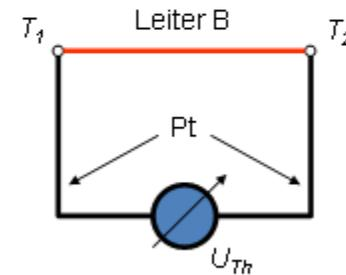

Bild 1: Messung der Thermospannung eines Leiters.
1. a) In einem Experiment (*Bild 1*) soll zunächst der Seebeck-Koeffizient η_B von Leiter B bestimmt werden, der später in einem Thermoelement verbaut werden soll. Das eine Ende des Leiters B wird dazu auf $T_2=420\text{ °C}$ erwärmt, während das andere Ende bei einer konstanten Temperatur von $T_1=20\text{ °C}$ gehalten wird. Eine Spannung $|U_{Th}| = 6\text{ mV}$ wird gemessen. Aus welchem Material besteht Leiter B?